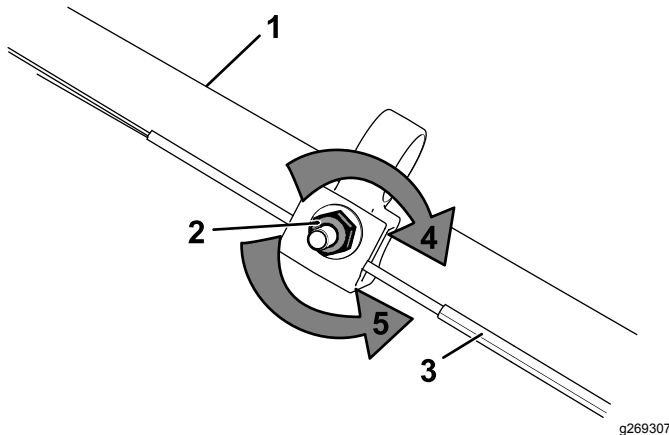

Bild 25
1. Drehen Sie die Einstellmutter nach links, um die Seileinstellung zu lösen (Bild 25).
2. Stellen Sie die Spannung des Seils (Bild 25) ein, indem Sie ihn zurückziehen oder nach vorne drücken und dann in dieser Stellung arretieren.